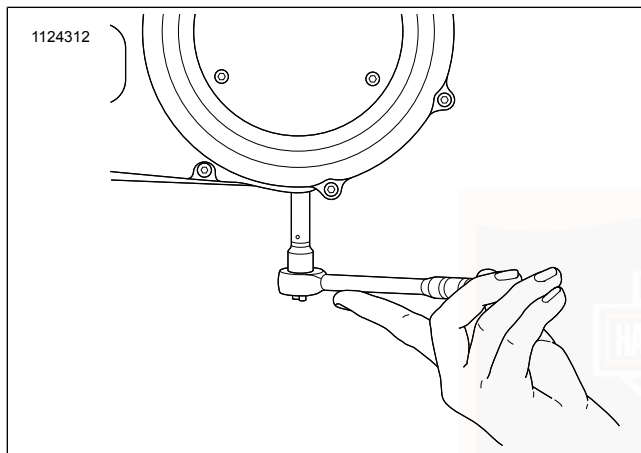

Abbildung 58. Ausbau/Einbau der Kettengehäuse-Ablassschraube
3. Siehe Abbildung 58. Das Primärkettengehäuse entleeren.